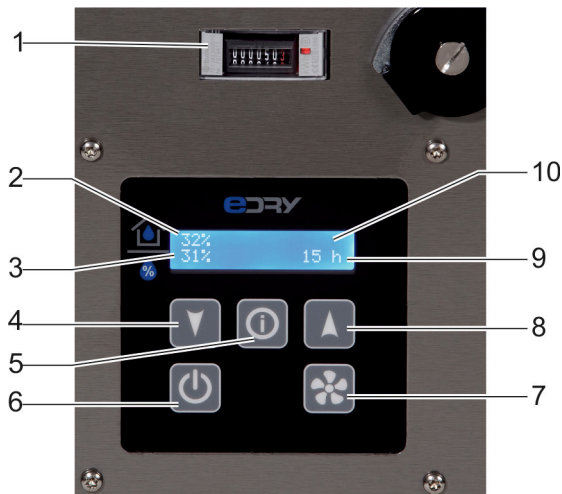

Fig. 9 : Panneau de commande des séries AD 5 et 6
3. Appuyez sur la touche marche/arrêt (fig. 9, n°5) sur le panneau de commande. Lorsque le déshumidificateur est raccordé correctement et si l'humidité réelle est supérieure à la valeur réglée, le déshumidificateur se mettra en route. Les dernières valeurs de l'hygrostat, la langue et la vitesse de ventilation seront éventuellement reprises.